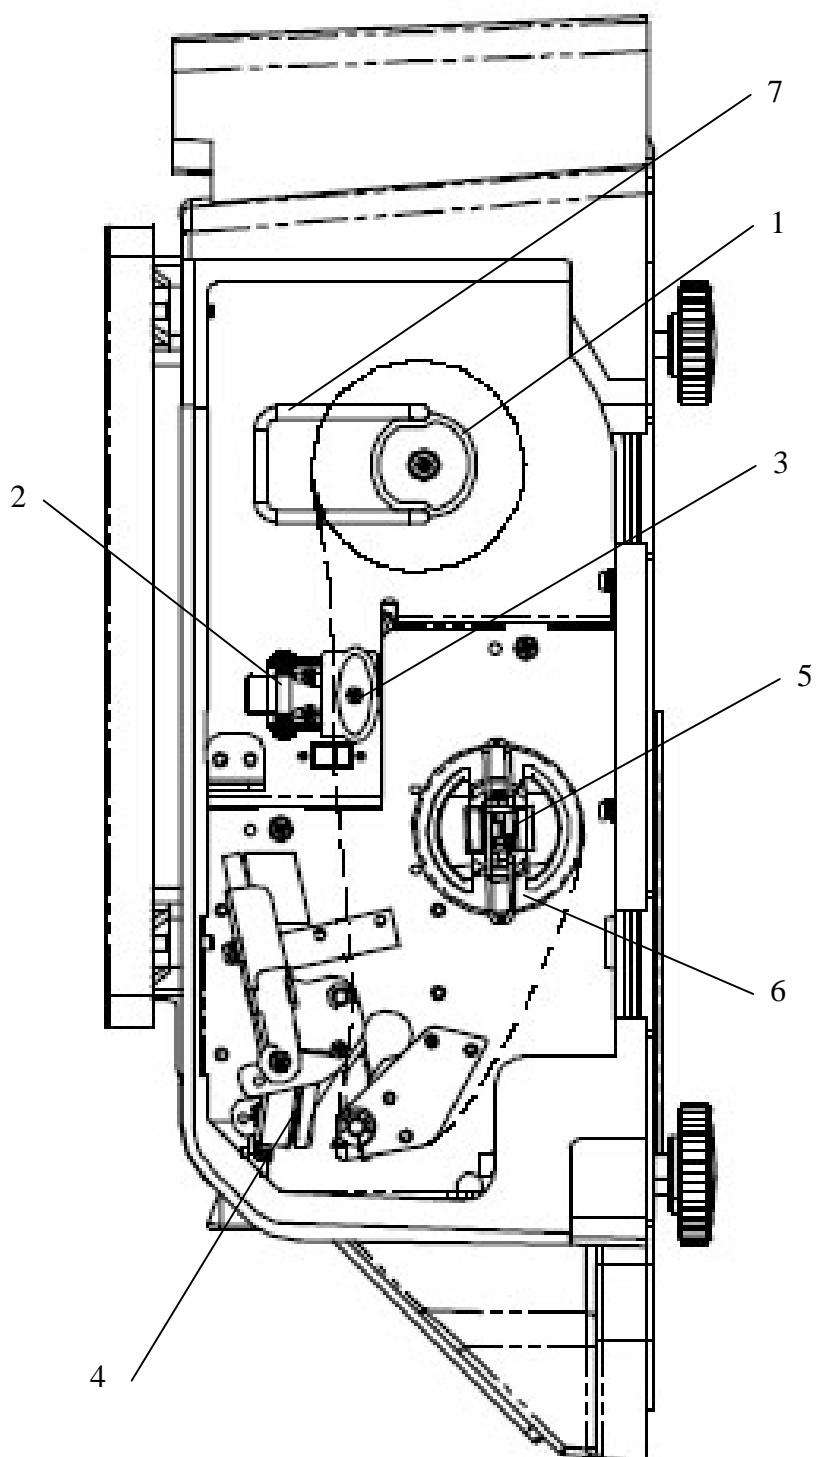

Рис. 20.
- q Вытащите ограничитель 7, см. рис. 20 (такая же схема показана на самой крышке), и снимите пустую втулку с оси подачи 1.
- q Установите первый рулон на ось подачи 1 так, чтобы этикетки были сверху, согласно рис. 20. Вставьте обратно ограничитель 7.